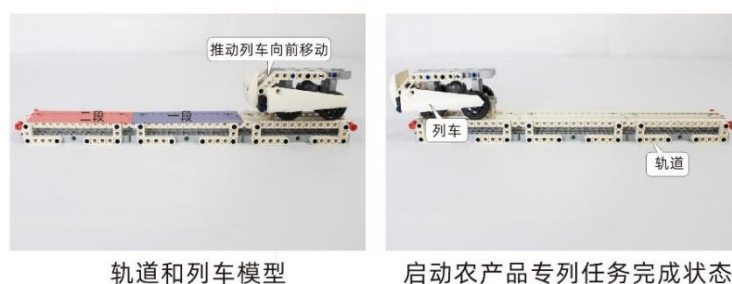

图 14 启动农产品专列任务使用的模型及完成状态
- a. 三段轨道模型固定在模型框 I 处。列车模型浮置在轨道一端，占用了一段轨道，在列车前方还有两段轨道，如图 14。
- c. 列车到达每一段轨道的标准是列车后轮与该段轨道接触，如图 14 所示。